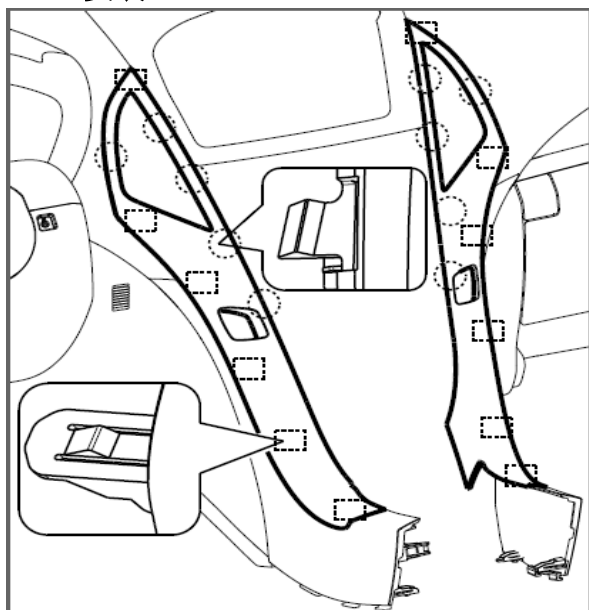

图 1.5.15 中左、中右风口总成 (1)
- (1) 先拨开风口总成尾端的卡脚，尾端的卡脚需要从中控护板内测绕过中控护板旋转至中控护板外侧；
- (2) 沿上图中箭头方向从下往上拨开各卡扣卡脚，如上图 1.5.15 所示。用手抓住风口总成小心拔起，不要把卡扣卡脚弄断；
- (3) 拔掉线束接插件，再将中风口总成完全取出即可。